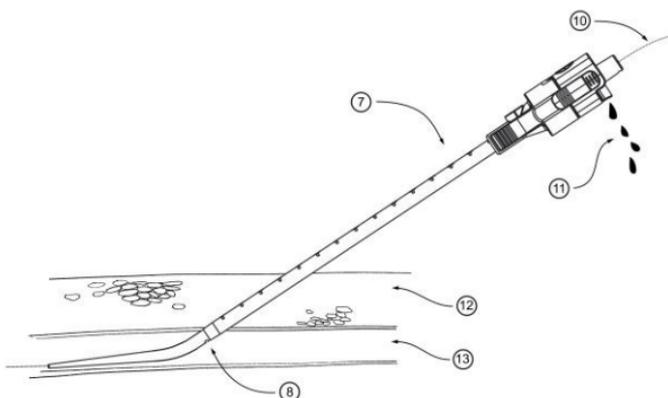

Figure 2. Signalement sanguin lorsque la gaine d'introduction se trouve dans la veine
- a. Charger le guide de 0.035" en place dans l'introducteur PerQseal® jusqu'à ce qu'il ressorte et se dégage à l'arrière du raccord du dilateur (10, Fig. 2).
- c. Faire progresser l'introducteur PerQseal® dans le vaisseau, à un angle limité (≤30°), jusqu'à ce qu'un signallement sanguin clair provienne de l'orifice latéral du raccord du dilateur (11, Fig. 2). Cesser toute progression à ce stade (voir Figure 2).